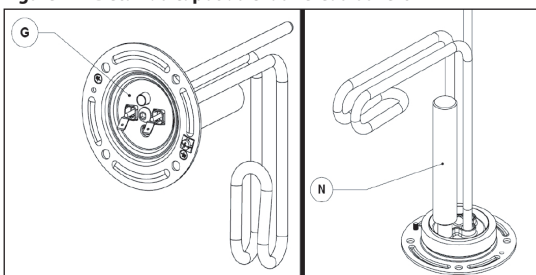

Figure 28 - Détail de la tige d'anode et de la résistance chauffante
La tige d'anode (Figure 28, N) sert à protéger le ballon contre la corrosion. La tige d'anode doit être inspectée une fois par an afin de déterminer si elle doit être remplacée.
4. Retirer et remplacer la tige d'anode (Figure 28, N).